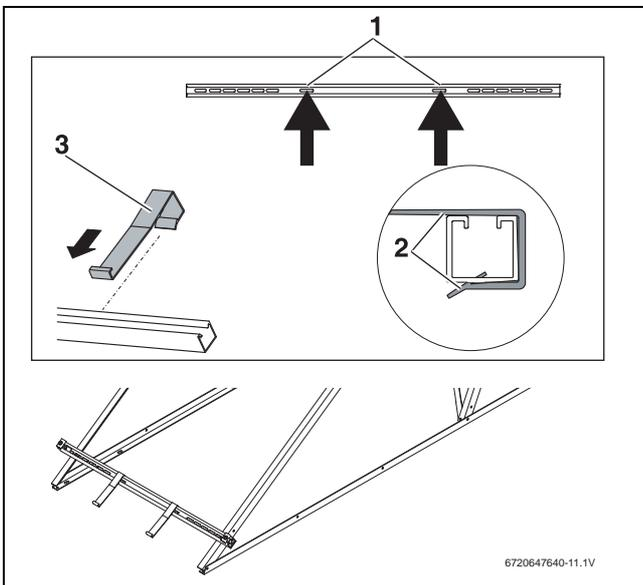

Fig. 16 Encaixar as protecções contra deslizamento
- ▶ Deslocar as protecções contra deslizamento (Fig. 16, [3]) nos furos alongados interiores [1], a partir de fora, sobre o perfil, até encaixarem [2].